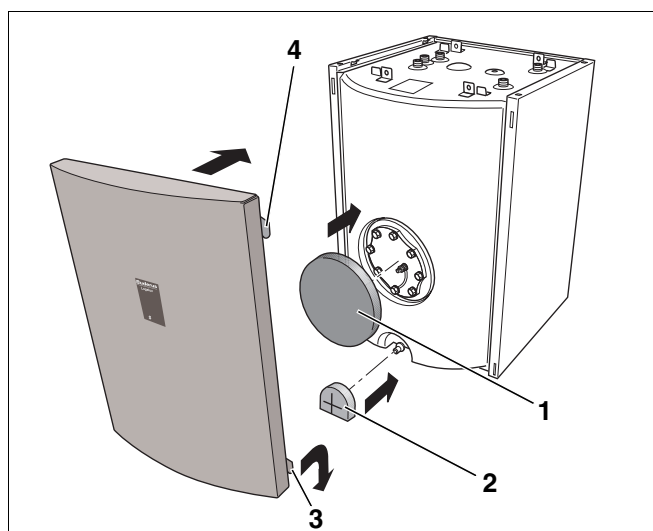

Abb. 18 Wärmeschutz und Vorderwand montieren
- Wärmeschutzscheibe (Abb. 18, **Pos. 1**) vor dem Handlochdeckel einsetzen.
- Wärmeschutzteil (Abb. 18, **Pos. 2**) am Entleerungshahn einsetzen.
- Vorderwand mit den unteren Haken (Abb. 18, **Pos. 3**) in die Schlitz der Seitenwände einhängen.
- Vorderwand oben an den Warmwasserspeicher andrücken und die oberen Haken (Abb. 18, **Pos. 4**) in die Schlitz der Seitenwände einhängen.